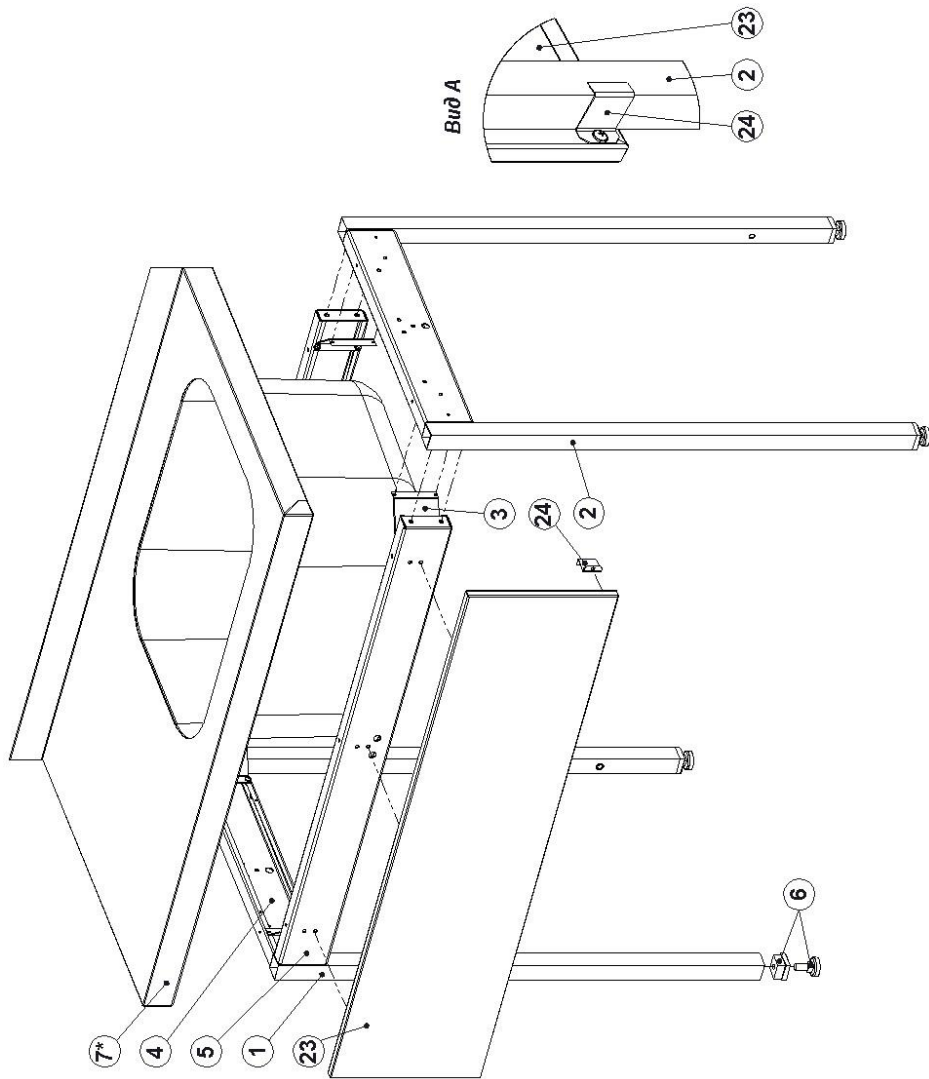

Рис. 4
- 2.7.2. Фартук передний (23) в верхней части прикрепить изнутри к балке (5) саморезами (27). Далее к фартуку прикрепляются прижимы (24) саморезами (27). Способ крепления показан на рис. 4, вид А;